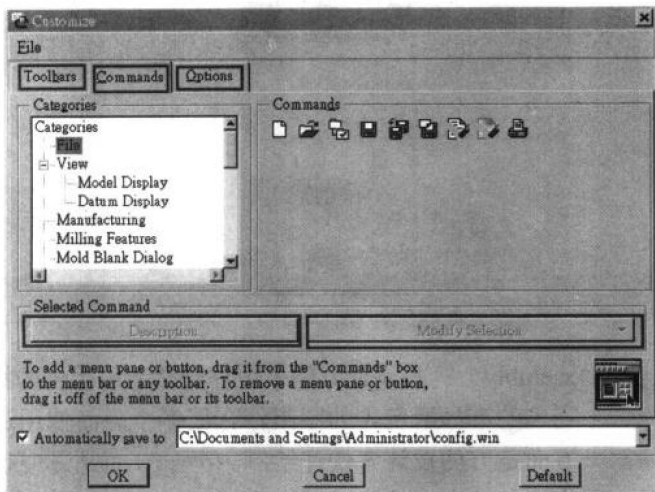

图1-3
- 对话框特征设计方式：Pro/Engineer 2000I²软件在设计模型特征方式上，是采用对话框的设计方式（如图1-3所示），以方便设计者来设置不同模型所需要的参数与数据，大量节省了设计者的设计时间。